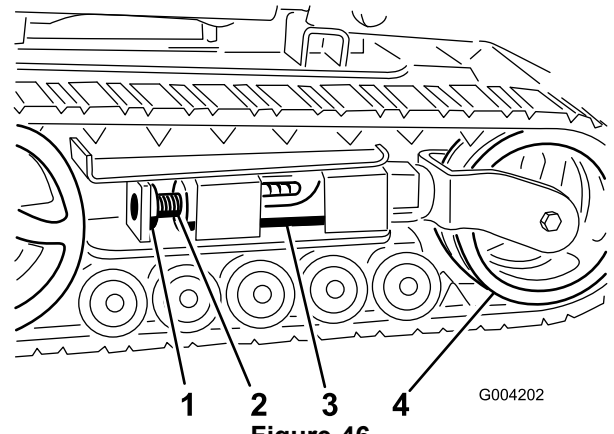
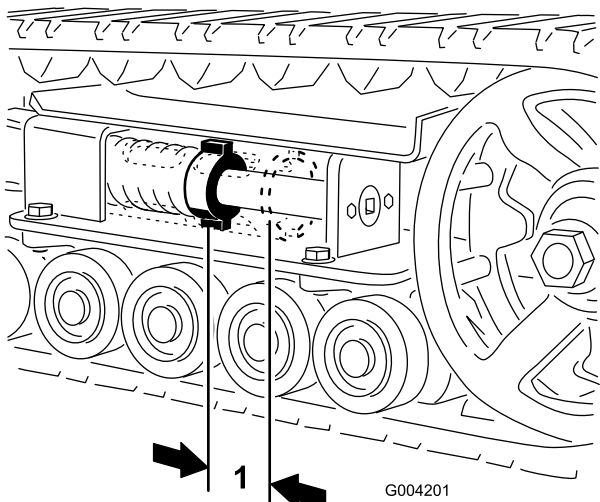
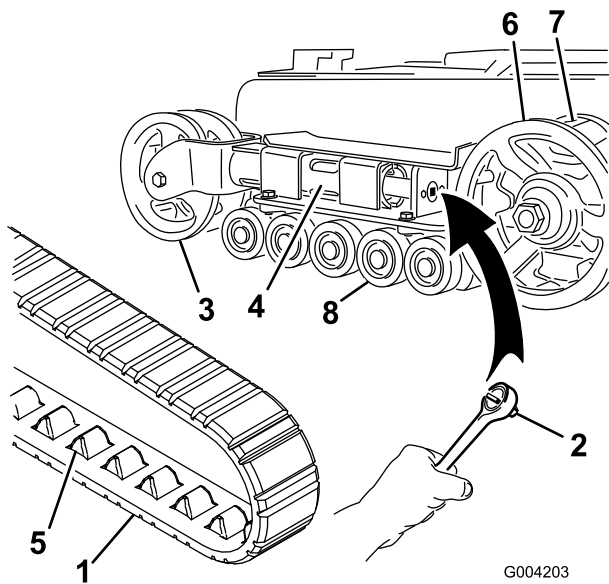
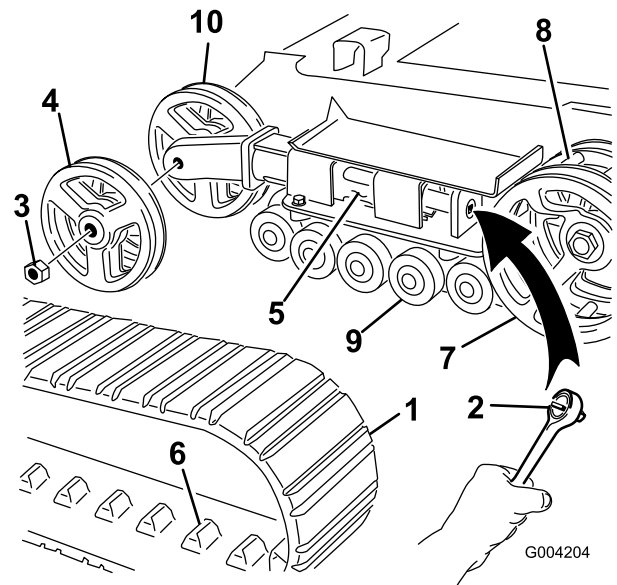

Figure 46
Figure 45
Figure 47
Figure 48
L'écrou de tension et l'arrière du tube de tension doivent être distants de 7 cm (Figure 45). Si ce n'est pas le cas, réglez la tension des chenilles comme suit :
3. Enlevez le boulon et l'écrou de blocage (Figure 46).
4. À l'aide d'un entraînement carré de 1/2 pouce (Figure 47), tournez la vis de tension dans le sens anti-horaire jusqu'à obtention d'un espacement de 7 cm entre l'écrou de tension et l'arrière du tube de tension (Figure 45).
5. Alignez l'encoche la plus proche dans la vis de tension avec le trou du boulon de blocage et fixez la vis avec le boulon et l'écrou de blocage (Figure 46).
4. À l'aide d'un entraînement carré de 1/2 pouce, tournez la vis de tension dans le sens horaire pour détendre la transmission (Figure 46 et Figure 47).
4. À l'aide d'un entraînement carré de 1/2 pouce, tournez la vis de tension dans le sens horaire pour détendre la transmission (Figure 46 et Figure 48).
5. Poussez la roue de tension vers l'arrière de la machine pour appuyer le tube de fourche contre le châssis (Figure 47). (S'il ne touche pas le châssis, continuez de tourner la vis de tension jusqu'à ce qu'il le touche).
7. Lorsque la chenille est déchaussée, retirez-la du barbotin et des galets de roulement (Figure 47).
8. Pour installer la chenille neuve, commencez par l'enrouler autour du barbotin, en veillant à ce que les crampons s'engagent correctement entre les rayons du barbotin (Figure 47).
9. Poussez la chenille sous et entre les galets de roulement (Figure 47).
11. Tournez la vis de tension dans le sens anti-horaire, de manière à obtenir un écartement de 7 cm entre l'écrou de tension et l'arrière du tube de fourche (Figure 45).
5. Poussez la roue de tension vers l'arrière de la machine pour appuyer le tube de tension contre le châssis (Figure 48). (S'il ne touche pas le châssis, continuez de tourner la vis de tension jusqu'à ce qu'il le touche).
6. Retirez l'écrou de fixation de la roue de tension extérieure et déposez la roue (Figure 48).
7. Déposez la chenille (Figure 48).
8. Retirez l'écrou de fixation de la roue de tension intérieure et déposez la roue (Figure 48).
12. Posez la roue de tension intérieure et fixez-la avec l'écrou retiré précédemment (Figure 48).
14. Posez la chenille neuve en prenant soin que les crampons s'engagent entre les rayons au centre du barbotin (Figure 48).
15. Posez la roue de tension extérieure et fixez-la avec l'écrou retiré précédemment (Figure 48).
17. Tournez la vis de tension dans le sens anti-horaire, de manière à obtenir un écartement de 7 cm entre l'écrou de tension et l'arrière du tube de tension (Figure 45).